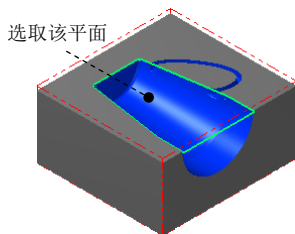

图 21.36 选取加工面
(1) 在图形区中选取图 21.36 所示的面（共 20 个），按 Enter 键，系统弹出“刀具路径的曲面选取”对话框。